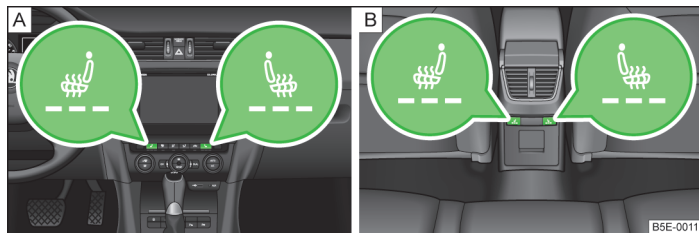

Fig. 51 Riscaldamento: sedili anteriori/sedili posteriori
- Premere il rispettivo tasto simbolo  oppure  » fig. 51.
Premendo una sola volta, il riscaldamento viene portato alla massima intensità - livello 3, visualizzata dall'accensione delle tre spie di controllo collocate sotto il rispettivo tasto » fig. 51 -  o all'interno del rispettivo tasto » fig. 51 - .